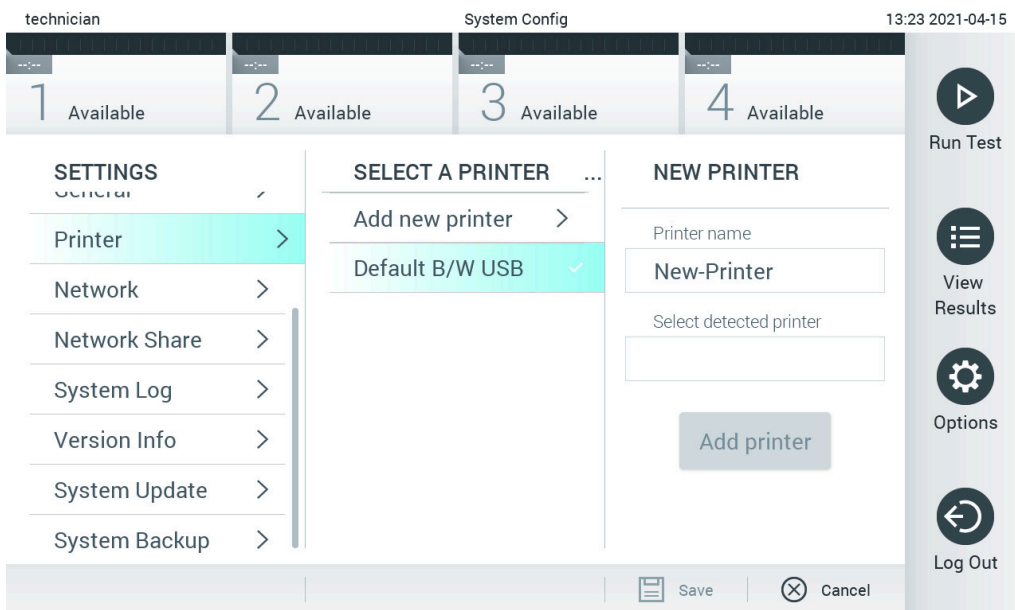

図 100. ドライバーのインストールによるプリンターのインストール
5. **Add Printer (プリンターを追加)** をクリックします (図 100)。